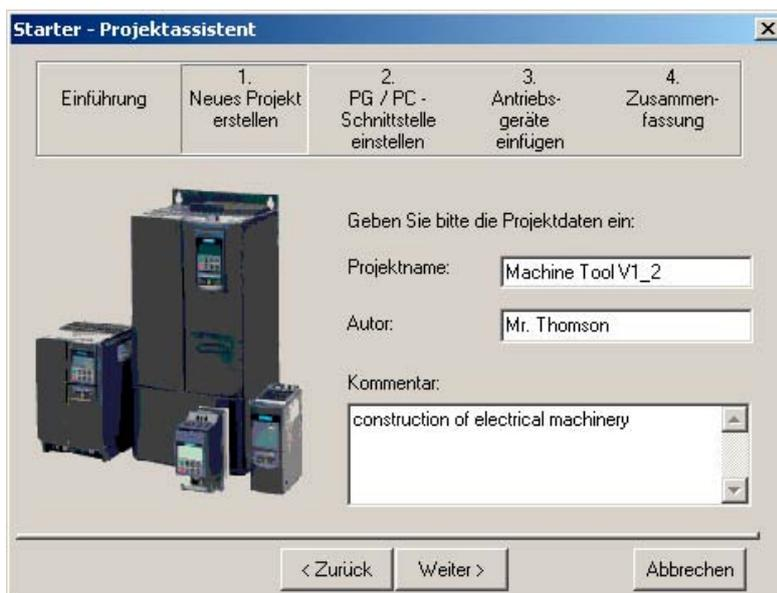

Fig. 10-45 Creazione di un nuovo progetto
3. Digitare, come illustrato nella fig. 10-45, il **Nome del progetto** p. es. "Machine Tool V1_2" ed eventualmente **Autore** e **Commento**.